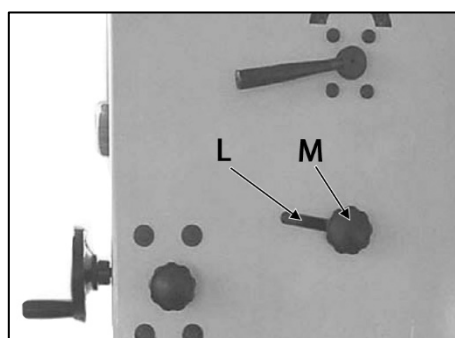

Рисунок 8.
Для корректировки траектории движения пыльного полотна ослабьте ручку блокировки положения верхнего шкива (L) (рис. 8). Осторожно поворачивайте рукой верхний шкив, не касаясь полотна. Вращайте ручку регулировки (M) по или против часовой стрелки до тех пор, пока полотно не переместится к центру банджа.